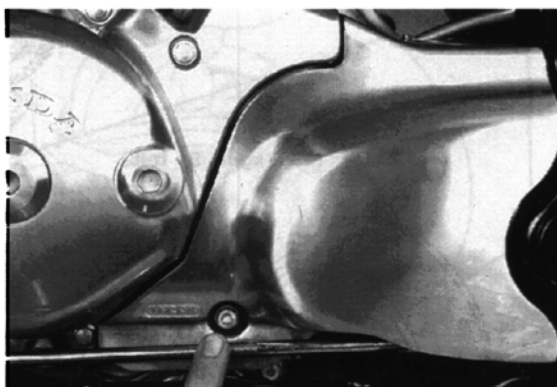

Bild 53
- Befestigungsschraube ausdrehen (Bild 53) und Ritzelabdeckung abnehmen.